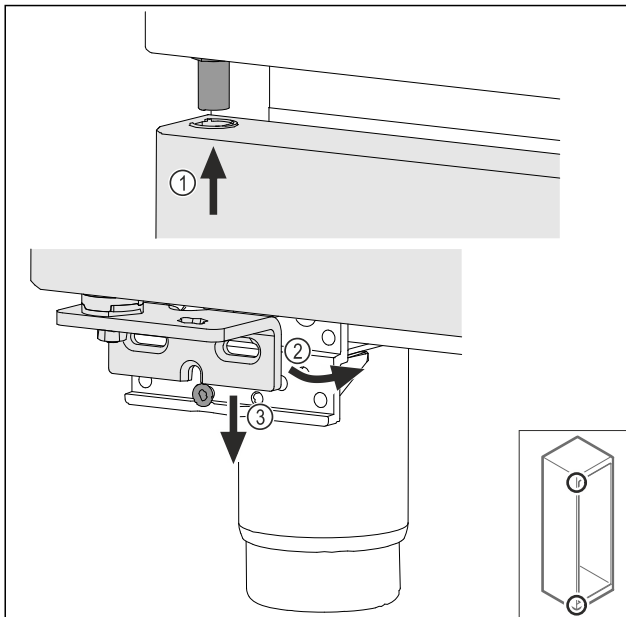

Fig. 74
- Šiek tiek pavertę duris, įstatykite jas viršuje Fig. 74 (1), išlygiuokite tiesiai Fig. 74 (2) ir užmaukite ant atraminės gembės varžto Fig. 74 (3).